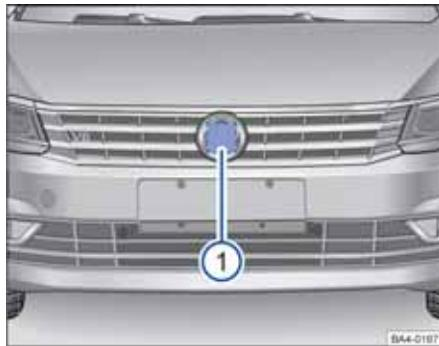

图 169 前部保险杠中：雷达传感器
为探测交通情况，前部保险杠中安装有一个雷达传感器⇒图 169 ①。因此可识别最远约 100 m 的前车。